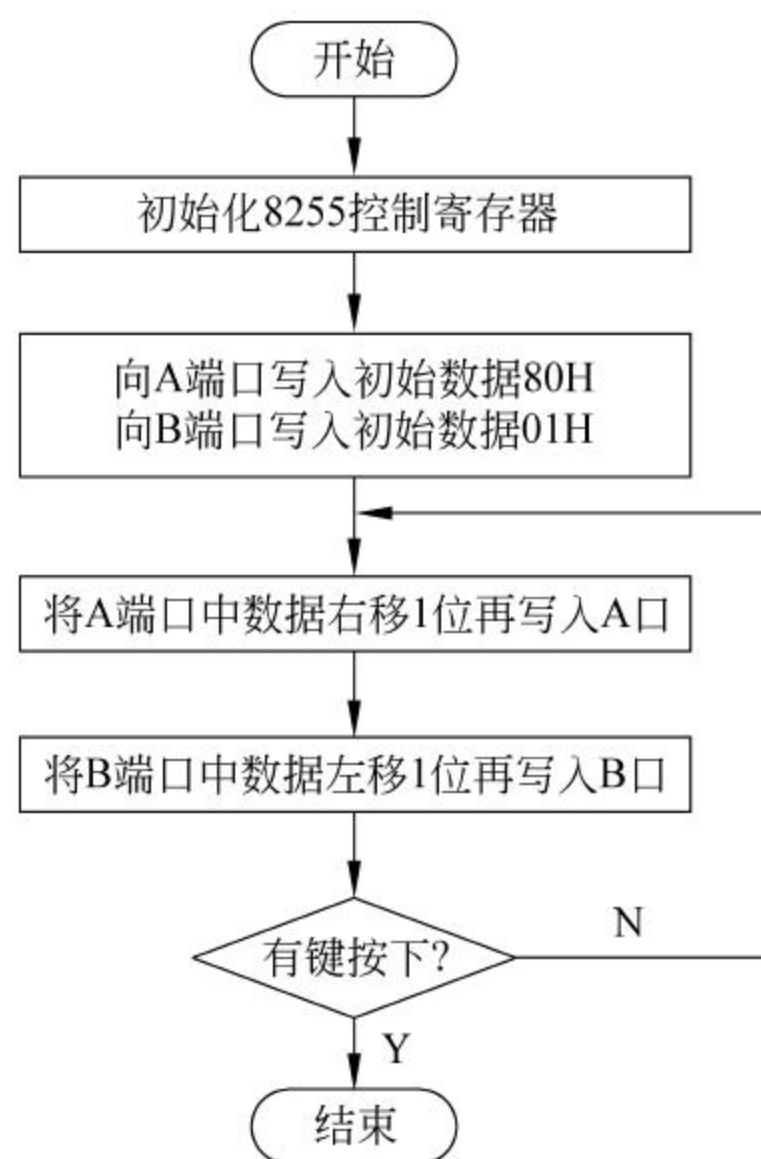

图 11-15 8255 基本应用实验(2) 程序流程图
(3) 编写控制程序，实现流水灯的显示。设置 8255 端口 A 和 B 均工作于方式 0，并作为输出口连接到 D₀~D₁₅ 共 16 个 LED 灯上。编写包括 8255 初始化程序在内的控制程序，使 16 个 LED 灯依次循环点亮，实现流水灯显示效果。程序参考流程如图 11-15 所示。